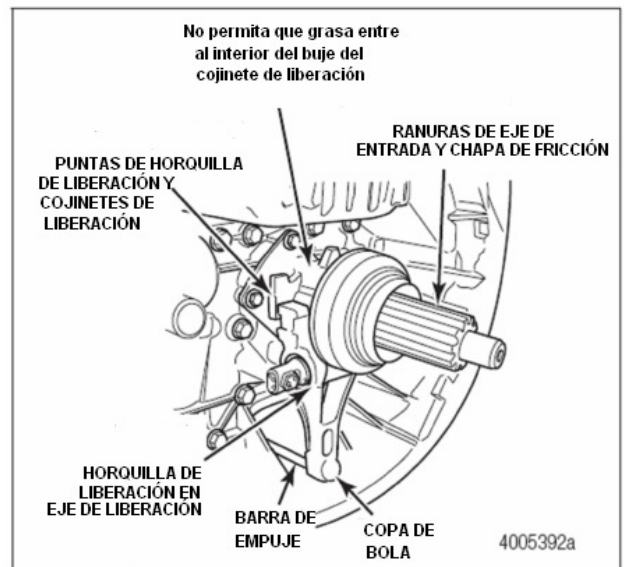

Figura 12.8
- En las puntas de la horquilla de liberación y en los cojinetes de liberación, donde las puntas de la horquilla haga contacto con el cojinete. Figura 12.8.